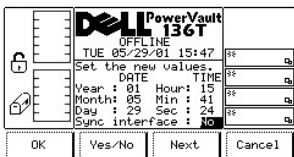

図 74. Setup > Utils > Date/Time > Sync ダイアログ
- 1 **Next** ソフトキーの下にあるボタンを押すと、リストの次の値がアクティブフィールドになります。次のフィールドが最後のフィールドの場合は、 図 74 を参照してください。